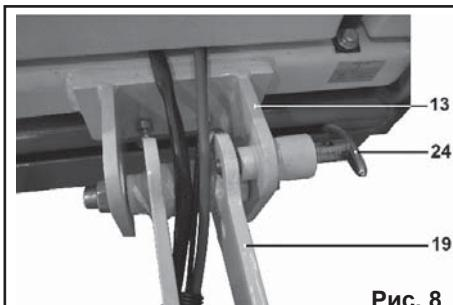

Рис. 6
7.1.2. Совместите отверстия (18) кронштейна (13) с отверстиями (20) кронштейна рукоятки управления (19) (Рис. 6).